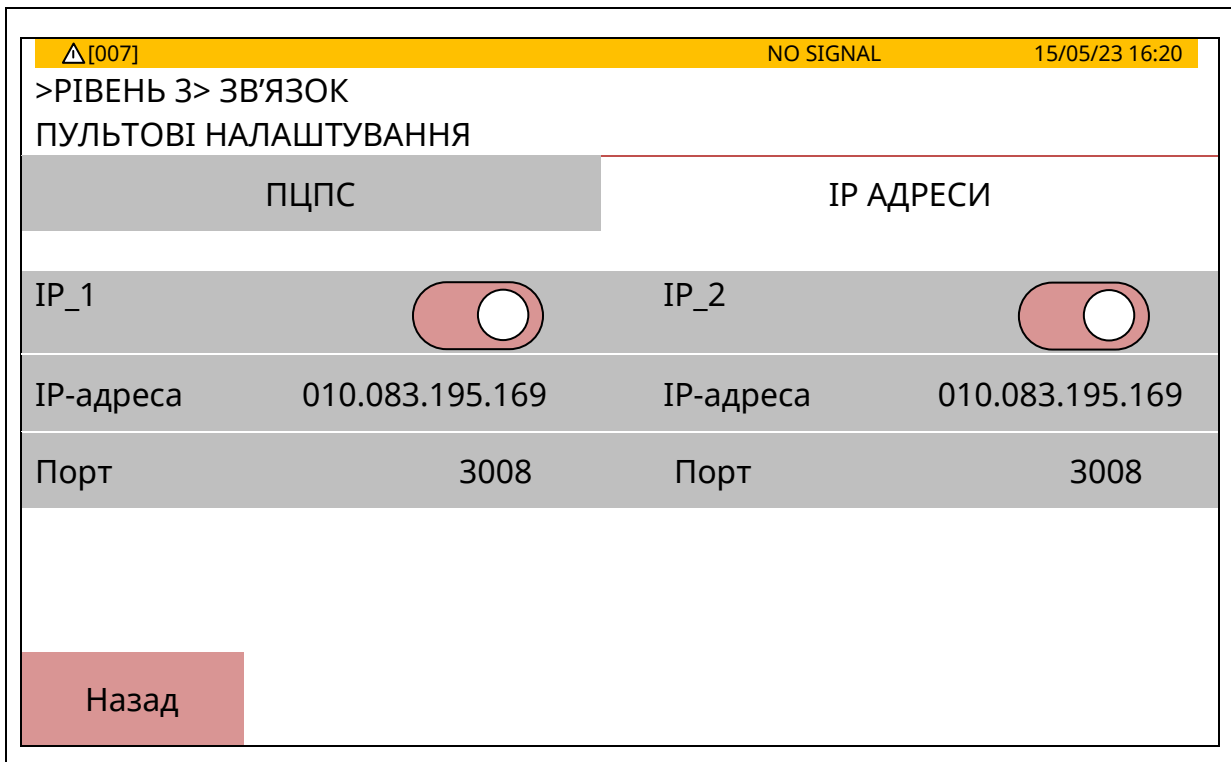

Рисунок 10.17.2 – Вікно налаштувань IP-адрес ПЦПС
10.17.2 Якщо доторкнутися до поля **[ІР АДРЕСИ]**, відкривається вікно налаштувань (рис. 10.17.2), в якому забезпечується введення **ІР-адрес та номерів портів ПЦПС**. ІР-адреса 1 є основною.
порт Ethernet з першою (основною) з налаштованих IP-адрес ПЦПС (рис.10.17.2). При відсутності зв'язку з ПЦПС, наприклад, з IP_1, ППКП робить спробу зв'язатися з IP_2. Якщо зв'язку з ПЦПС і далі немає, ППКП далі переходить на SIM1 та на SIM2 з повторними спробами зв'язатися з адресами IP_1, IP_2. Всі переходи – циклічні. В цьому випадку порт Ethernet – основний канал зв'язку.